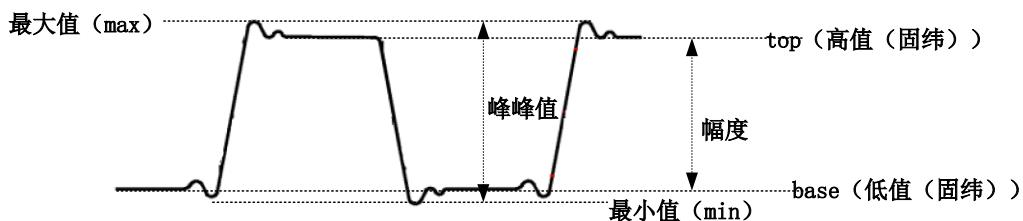

图 9 示波器有关电压参数的定义
- ① 示波器输入耦合选择交流或直流，电压灵敏度旋钮设置到 500mV/DIV 或者更灵敏的档位；
- ② 用手指接触探头的尖端，如果有杂波出现则探头的信号线连接正常，如果显示的仍然是一条直线的话，则说明信号线可能开路了；
- ③ 如果 2 正常，再将探头的信号线和地线短接，再用手指接触探头的尖端，如果示波器上显示的是一条水平线，说明探头的地线正常，反之如果有很多杂波出现，说明探头的地线可能开路了；
- ④ 有时探头和电缆本身是好的，但是电缆和示波器的连接处接触不良，可以试着用手扶着连接处，重复上述测试。
3) Measure 方法测量脉冲信号电压参数时，见图 9 注意参数的定义：